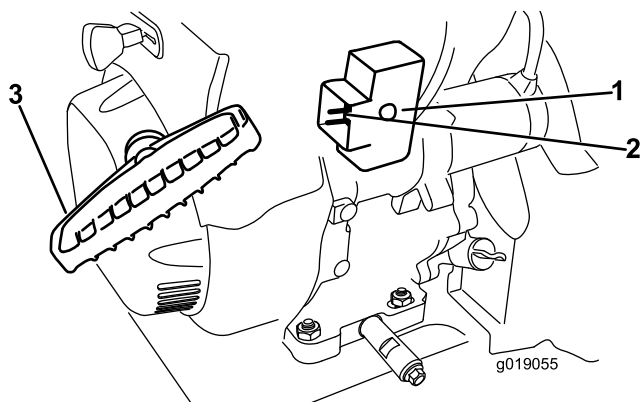

Figura26
7. Porniți mașina trăgând demarorul cu recul sau apăsând butonul de pornire electrică (Figura26).